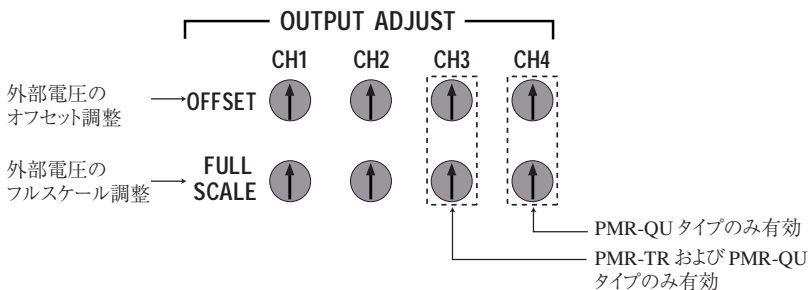

図 4-5 OUTPUT ADJUST 可変抵抗器の設定
3. 外部コントロールしたい出力の OUTPUT ADJUST 可変抵抗器の矢印の位置が OFFSET、FULLSCALE 共に中央なるように設定します。図 4-5 を参照してください。
4. OUTPUT ADJUST CH3 および CH4 の可変抵抗器の矢印の位置が OFFSET、FULLSCALE 共に中央なるように設定します。図 4-5 を参照してください。